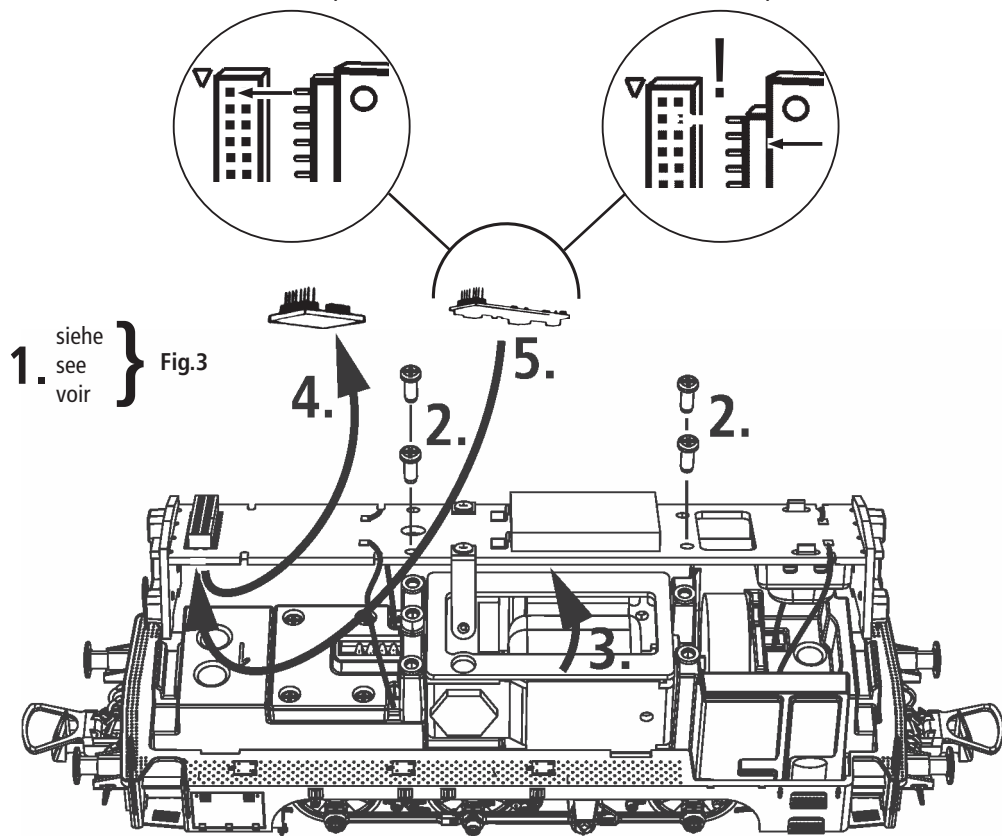

Fig. 6
3. Haftreifenwechsel: Zuerst die Kurbelzapfen herausziehen (Fig. 6). Danach die **Haftreifen** mit einer Nadel od. mit einem feinen Schraubendreher abziehen (Fig. 6). Beim Aufziehen der neuen Haftreifen darauf achten, dass diese sich nicht verdrehen.